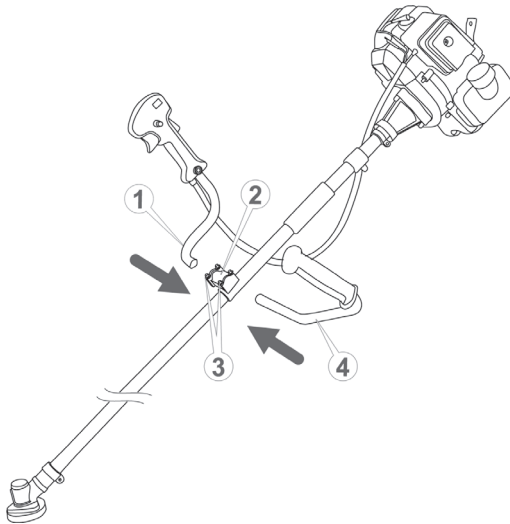

Рисунок 3. Схема встановлення руків'їв виробу.
- на кронштейні (2, рис. 3) викрутити шестигранним ключем чотири гвинти (3, рис. 3) і роз'єднати його;
- встановити верхню і нижню частини кронштейна (2 рис. 3) на «штангу» (5, рис. 3) і з'єднати так, щоб частини руків'я вільно входили в отвори кронштейна;
- розташувати кронштейн таким чином, щоб руків'ями було зручно керувати мотокосою, а трос (21, рис. 1) керування дроселем і запалюванням був послаблений, та затягнути до упору гвинти (3, рис. 3). Перевірити надійність кріплення руків'їв — прокручування в кронштейні не допускаються.